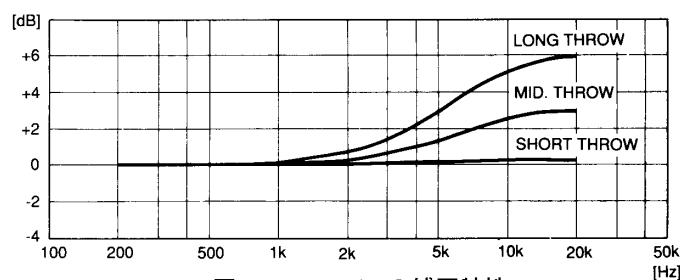

図3. DISTANCEの補正特性
- DISTANCE遠距離高音減衰の補正の設定(HF出力で補正) (図3参照)